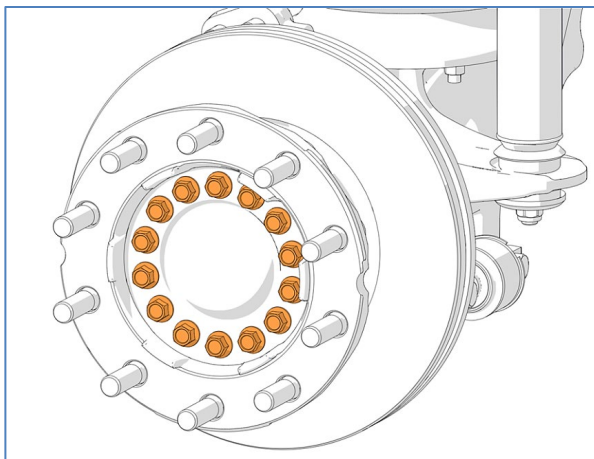

Figure 9
6. Desserrer mais ne pas enlever les vis de la bride de moyeu (Figure 9).